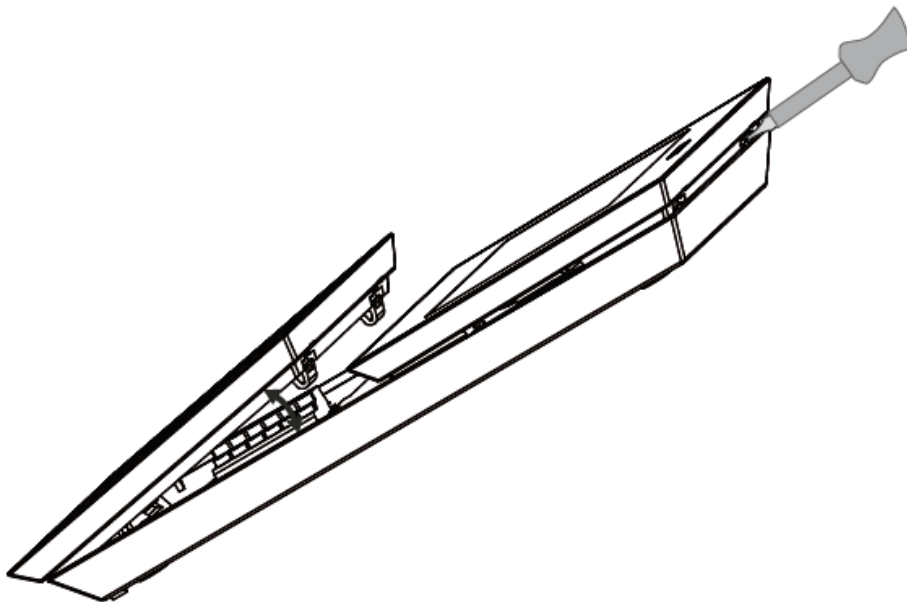

Bild 3: Zusammenbau / Demontage
- Tasten-Aufsatz und Display-Aufsatz (Bild 3) jeweils unten in das Unterteil einhaken und nach oben klappen bis die Rasthaken verriegeln.
- i** Zur Demontage der Aufsätze die Rasthaken (Bild 3) mit einem Schraubendreher entriegeln.